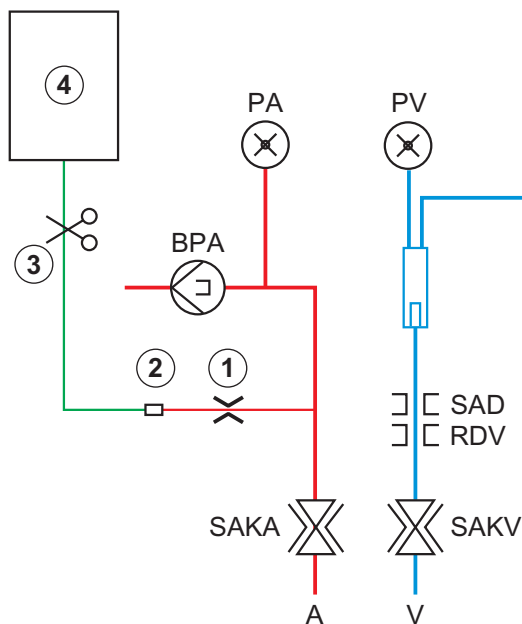

Fig. 6-10 Configuración para el bolo arterial
Si se utiliza un equipo HD, la línea para infusión debe estar conectada a una bolsa de NaCl mediante el adaptador en Y del sistema de líneas de sangre (véase Fig. 6-10 Configuración para el bolo arterial (143)).
3. Colocar la bolsa de infusión con solución de suero fisiológico (Fig. 6-10 , ④) al portasueros.